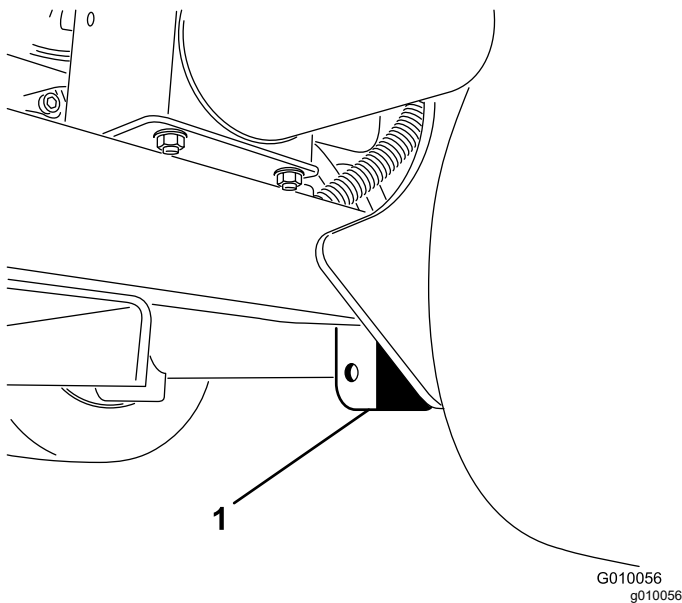

Figure 37
3. Placez le cric solidement sous la plaque du cadre, juste à l'intérieur de la roue arrière (Figure 37).